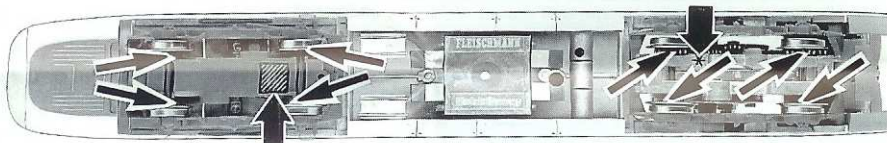

Fig. 5
* Dieser Stern bezeichnet nach Norm **NEM 621** die masseführende »gemeinsame Seite« der Lok (Fig. 5).